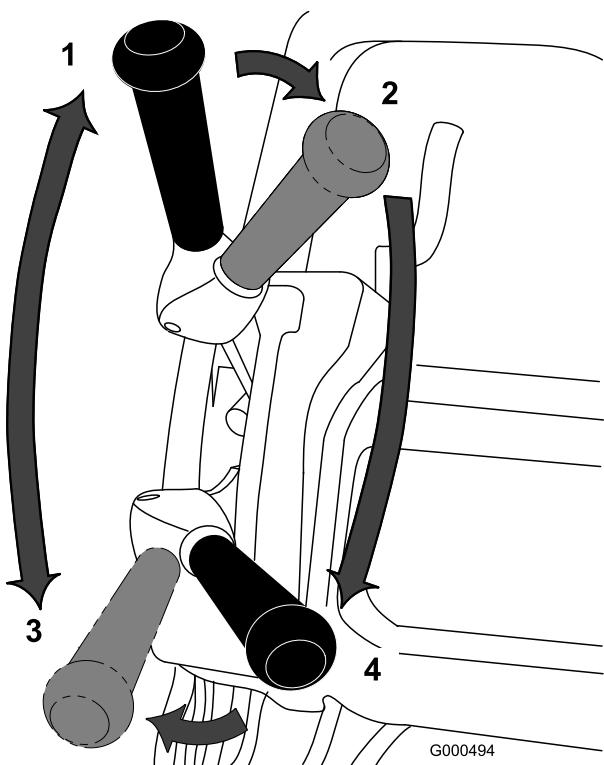

Bild 26
1. Lassen Sie den Motor an, stellen den Gasbedienungshebel auf verringerte Geschwindigkeit, drücken Sie den Griff nach unten, um das Mähwerk anzuheben, aktivieren Sie die elektronische Sicherheit, schieben Sie den Fahrantriebshebel in die Stellung „Eingekuppelt“ und transportieren Sie den Rasenmäher an eine Ecke der Rasenfläche (Bild 26).
2. Schieben Sie den Fahrantriebshebel auf die Stellung „Deaktiviert“ und kuppeln Sie den Spindelantriebshebel ein (Bild 26).
3. Schieben Sie den Fahrantriebshebel in die Stellung „Aktiviert“ (Engaged), geben Sie so viel Gas, bis der Rasenmäher die gewünschte Geschwindigkeit erreicht hat. Fahren Sie den Rasenmäher auf die Grünfläche, lassen Sie den Rasenmäher vorne ab und beginnen Sie mit dem Mähen (Bild 26).